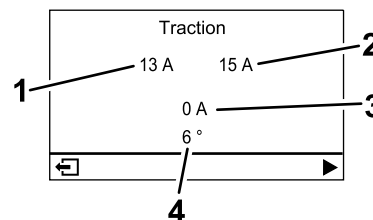

図 28
- **トラクションモーター画面** (図 28): 現在のステアリング角度と各トラクション モーターに割り当てられたアンペア数が表示されます。